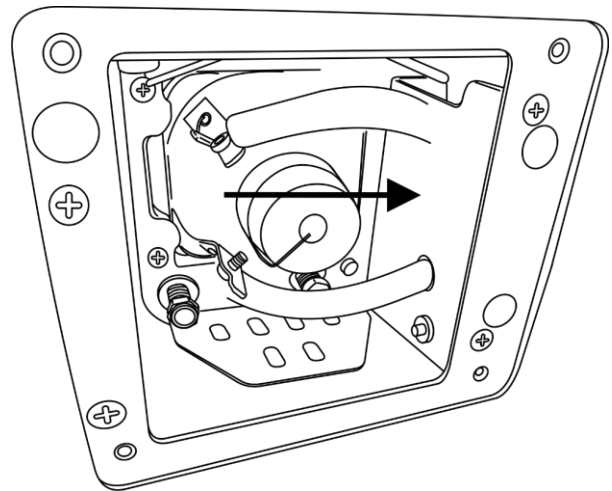
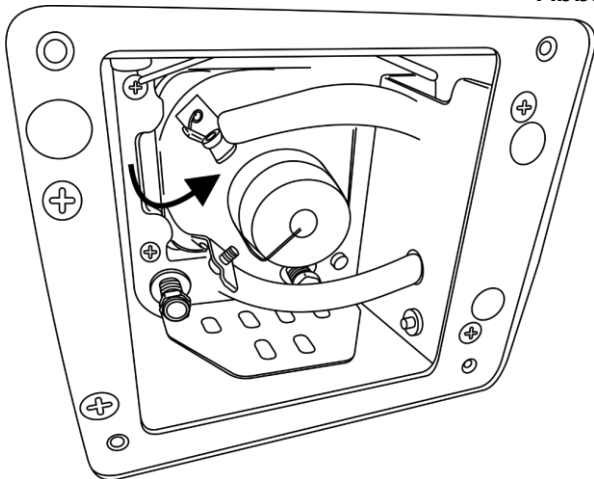

Abb. 04
Abb. 05
- 04) Entfernen Sie die alte Lampe, indem Sie sie nach rechts (Abb. 04) drücken und ihre linke Seite lösen (Abb. 05).